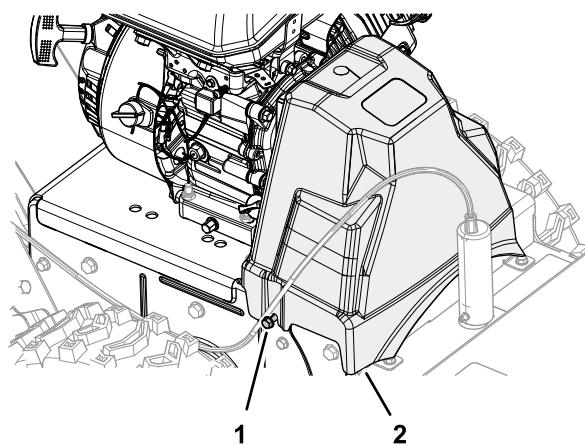

Figura 43
1. Alinee las ranuras de la cubierta de la correa con los 2 tornillos con arandela prensada (Figura 43).
2. Monte la cubierta de la correa en la máquina (Figura 43).